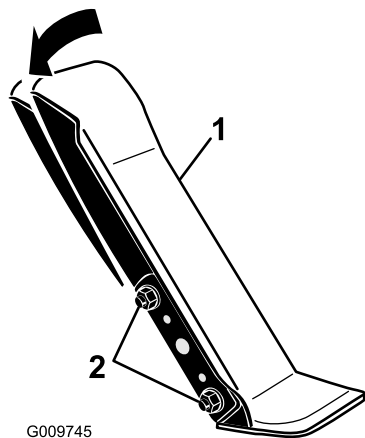

Figura 87
1. Desaperte as duas porcas e parafusos que fixam o lado esquerdo do pedal de tração ao suporte (Figura 87).
2. Rode o pedal para o ângulo de funcionamento pretendido e apertar as porcas (Figura 87).